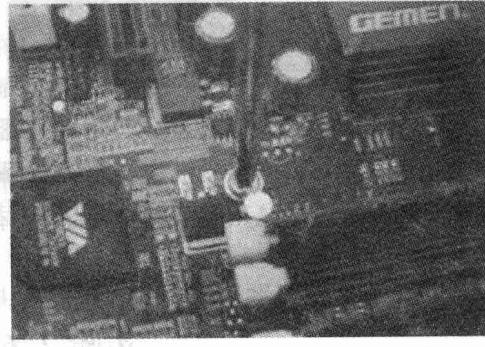

图 2-16
4. 用螺丝钉和刚才固定好的螺丝帽将主板固定在机箱托板上,如图 2-16 所示。有些小孔边缘镀有金属,可使用金属螺丝固定,以便主板良好接地。有些小孔边缘没有镀金属,则不能用金属螺丝固定,需使用机箱中附带的塑料卡固定,因为这些小孔周围的线路离孔比较近,用螺丝固定后,螺帽可能会压在线路上形成短路,轻则造成计算机工作不稳定或经常死机,重则加电后会烧毁主板。注意不要有任何细小物体残留在主板与机箱托板之间,以免损坏主板或者使机箱带电。